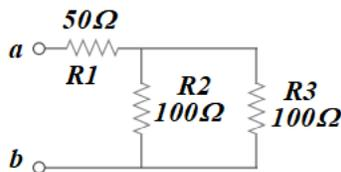

Figura 2. Circuito para el cálculo de la resistencia equivalente.
2. Determina la resistencia equivalente entre las terminales a y b del siguiente circuito (figura 2):
- En el circuito mostrado en la figura 2, realiza el siguiente procedimiento: